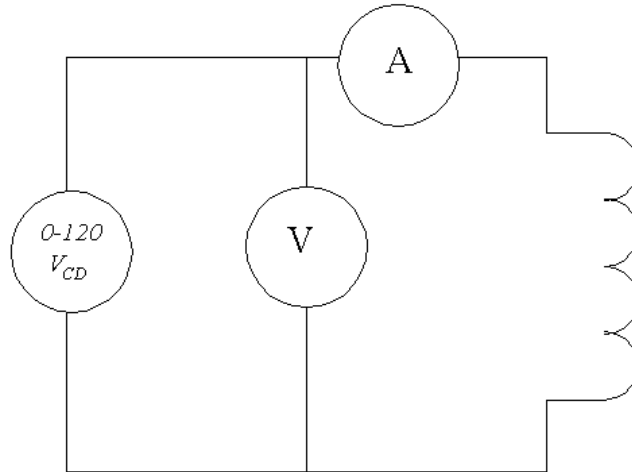

figura 1: Circuito a conectar
1. Arme el circuito de la figura 1, y aliméntelo con un voltaje de corriente directa, el cual debe de triplicar el valor de la corriente nominal. Como en este caso la corriente nominal del inductor es .5A, se alimentara el inductor a un voltaje que nos este inyectando a la entrada 1.5A.